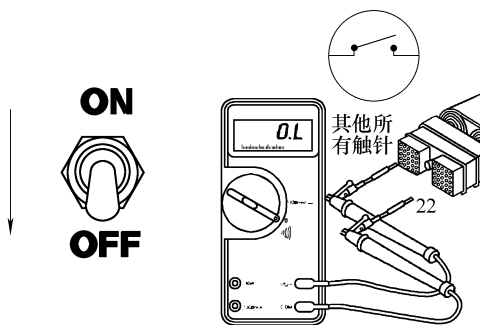

图 5-172 测量触针 22 与该插头中除触针 31 以外的其他所有触针间的电阻
① 按上述说明隔离发动机制动电路, 断开发动机排气制动开关, 测量 ECM 插头触针 22 与该插头中除触针 31 以外的其他所有触针间的电阻(图 5-172), 应大于 $100\text{k}\Omega$ 。